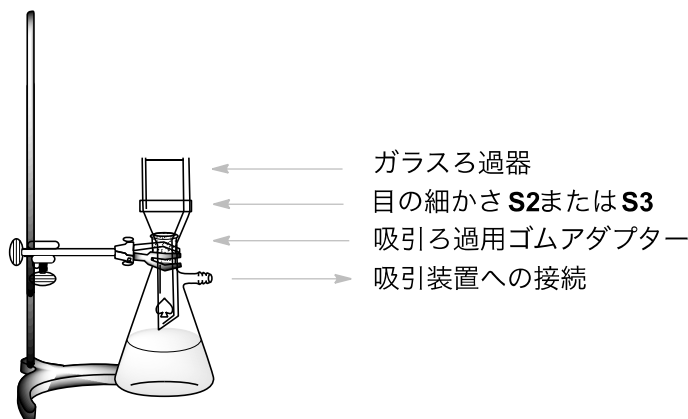

図 3. 吸引ろ過装置
- 目の細かさが **S2** のガラスろ過器（白いラベルが貼ってある）を使って吸引ろ過装置（図 3）を組み立て、小クランプでスタンドに固定する。吸引瓶を吸引装置につなぐ。生成物 **B** の沈殿を含む分散液（IV.1 で得られたもの）をガラスろ過器に注ぐ。固体が底に沈むのを待ってから吸引を始める。警告：吸引装置のバルブを操作する前と後に、実験監督者に知らせること。沈殿は 6 mL の脱イオン水で 2 回、ろ液の滴の pH が約 6 となるまで洗浄する。生成物を予備乾燥するために、さらに 5 分間吸引を続けて、沈殿に空気を通す。吸引装置を外す。スパチュラを使って、自分のコード（JPN-1）と **B** と書かれたラベルが貼ってあるサンプル瓶に白色の生成物 **B** を移し、実験台の上にフタをせずに放置し、乾燥させる。ろ液は流しに捨て、吸引瓶を洗う。